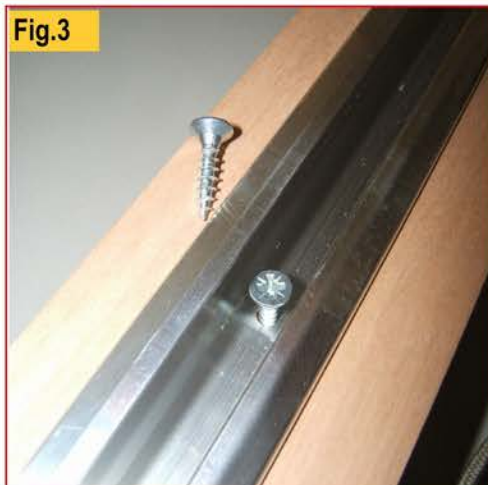

Fig.3
- Fissare la monorotaia al travetto mediante le viti 4,5x30 zincate bianche (Fig.3).
- Fixer le monorail au soliveau par les vis 4,5x30 zinguées blanches (Fig. 3).
- Fijar el monorriel a la vigueta por los tornillos 4,5x30 galvanizados blancos (Fig. 3).